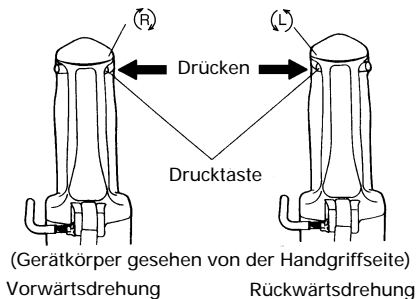

Abb. 19
Um die Bohrerspitze nach links zu drehen, auf die L-Seite des Druckknopfs drücken. (Siehe Abb. 19.) Die Markierungen (R) und (L) befinden sich am Gerätkörper.